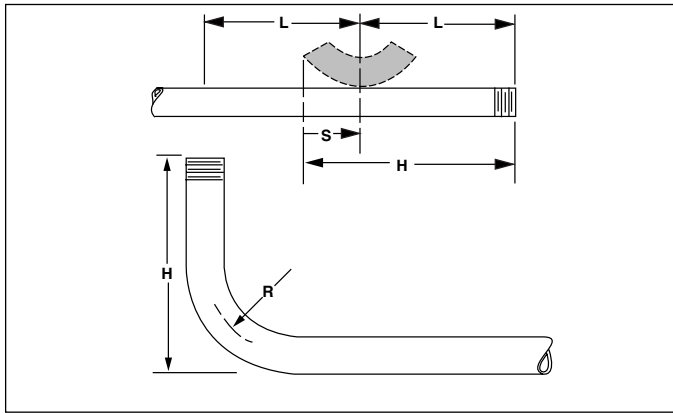

Figura 5
1. Marque la dimensión deseada de giro (H) en la longitud recta del tubo (vea la FIGURA 5).
2. Localice el tamaño del tubo que va a curvar en la tabla 1 y obtenga la dimensión de retroceso (S).
3. Mida la dimensión posterior (deduzca (S) y marque el tubo).